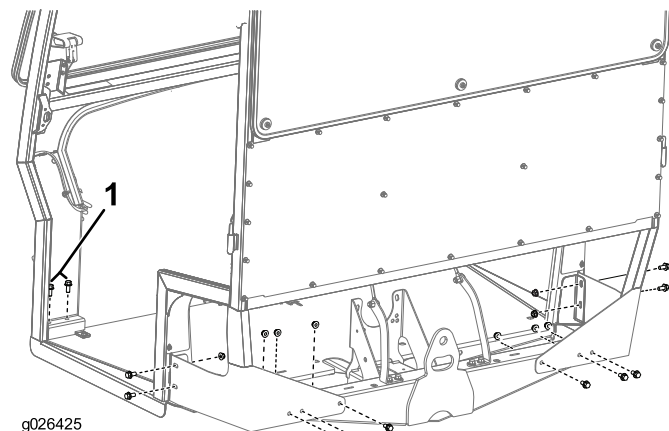

Figure 6
2. Fixez le cadre sur la machine à l'aide de 10 boulons ($\frac{3}{8}$ x $\frac{3}{4}$ po), 10 écrous ($\frac{3}{8}$ po) et 4 boulons ($\frac{3}{8}$ x $\frac{7}{8}$ po), comme montré à la Figure 6.